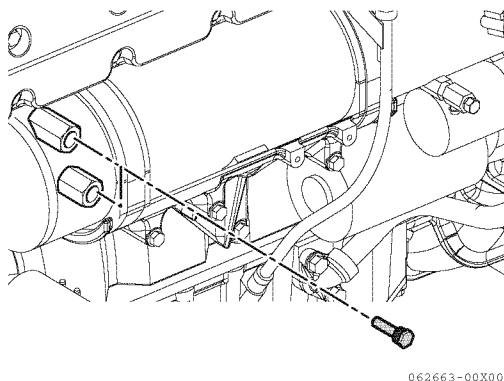
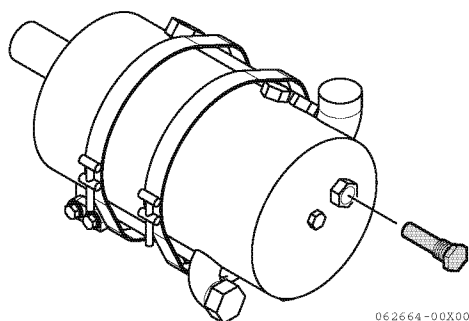
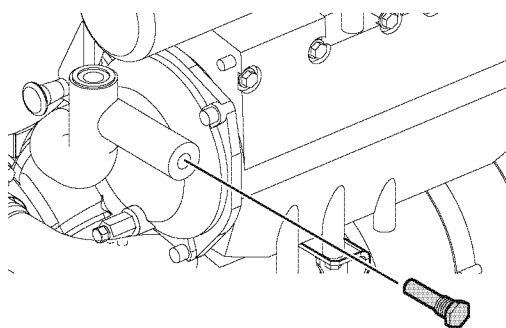

Figura 7
Figura 8
Figura 9
3. Retire todos los tapones (**Figura 7**), (**Figura 8**) e (**Figura 9**) que indican ZINC en la etiqueta (**Figura 6**).